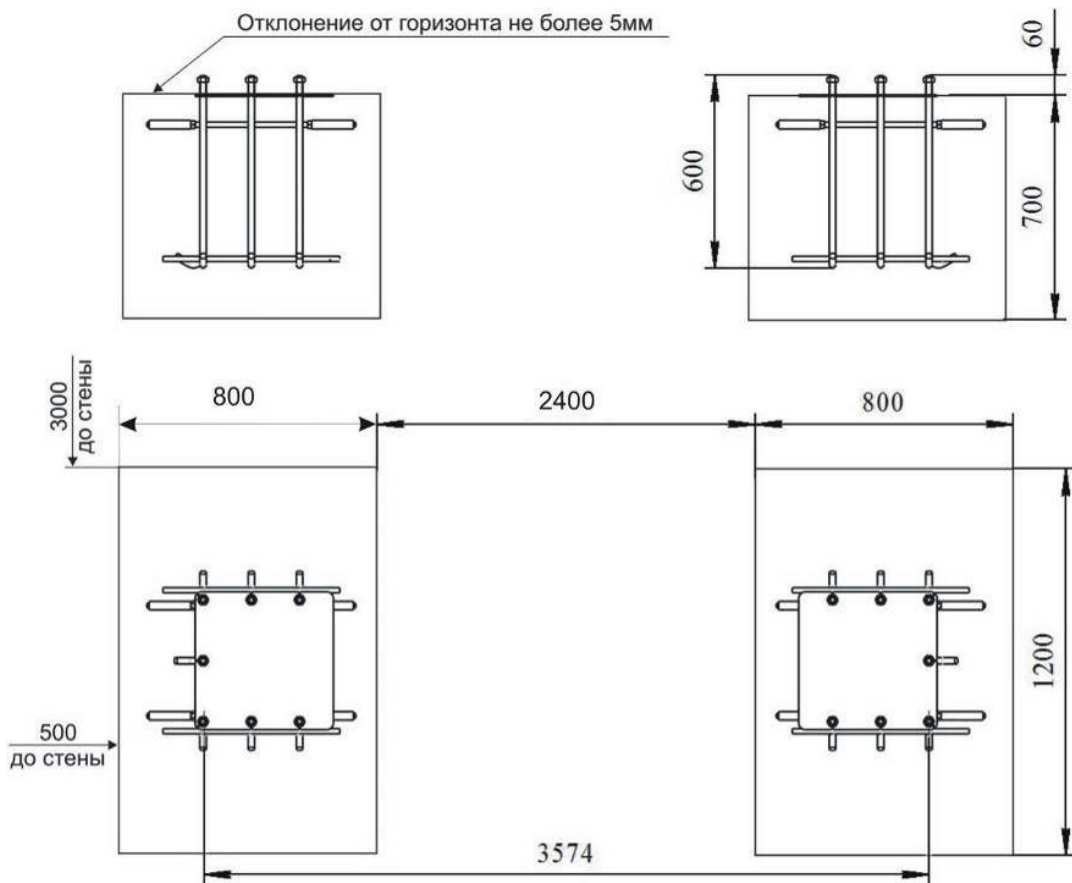

Рисунок 6.3 - Схема оборудования фундамента и расположения корзин для крепления подъемника
6.4 Изготовитель рекомендует устанавливать подъемник на специальные монтируемые в бетонный пол корзины (Рисунок 6.3).